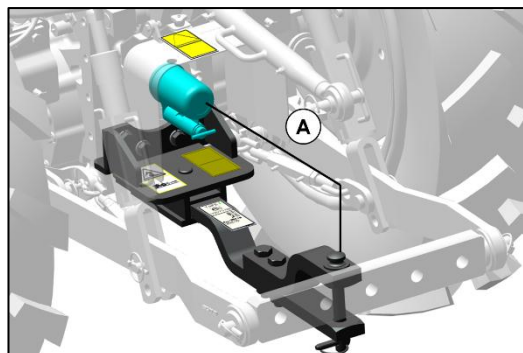

Fig. 102 - DISTANCE HORIZONTALE « A »
4. Pour les outils entraînés par la PDF : la distance entre la PDF et l'accouplement mécanique doit être conforme à la norme ISO 6489-3:2004. Vérifiez toujours si l'outil est conforme à cette norme. La dimension A montrée sur la fig. 102 est de 400 mm.